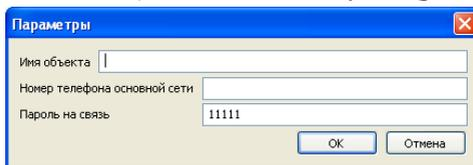

Рис. 26. Задание параметров
- ✓ в открывшемся окне *Параметры* укажите имя объекта, номер телефона основной сети контроллера, задайте пароль на связь (пароль по умолчанию – 11111) и нажмите кнопку *OK* (рис. 26);